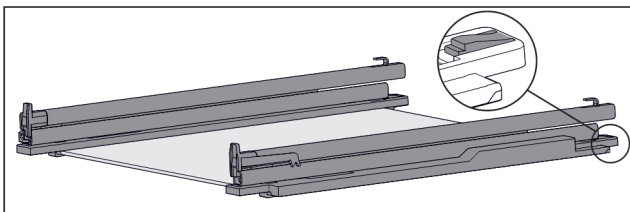

Fig. 105 Стъклена плоча с релси и задържащи части
- ▶ Натиснете надолу задържащата част отзад (виж Fig. 105) и едновременно с това избутайте релсата назад.